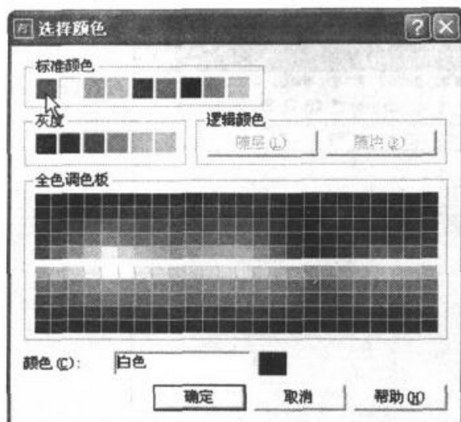
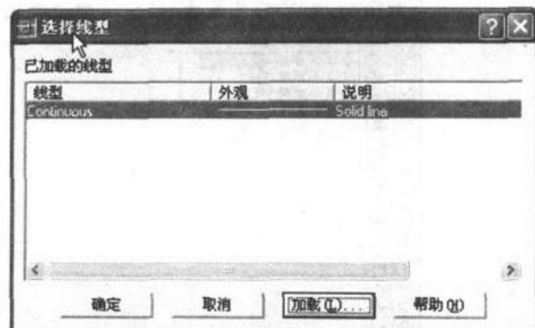

图 2-3 “选择颜色”对话框
图 2-4 “选择线型”对话框
(5) 在该对话框中单击“新建”按钮,系统将自动创建名为“图层 1”的图层,此时“图层 1”名称处于编辑状态,将其更名为“中心线”(双击图层名称可使其处于编辑状态)。
(6) 单击“中心线”图层的“颜色”项,弹出“选择颜色”对话框,如图 2-3 所示。
(7) 在“标准颜色”选项区中选择红色,然后单击“确定”按钮,设定“中心线”图层颜色为红色。
(8) 单击“中心线”图层的“线型”项，弹出“选择线型”对话框，如图 2-4 所示。